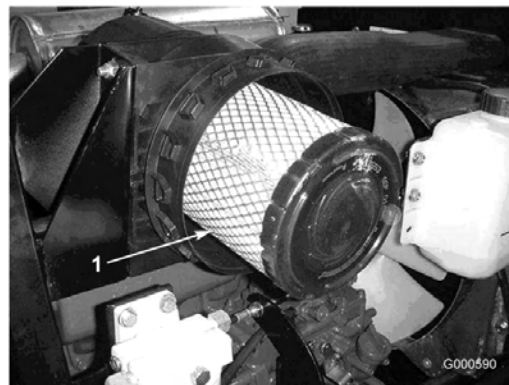

Figure 30
3. Déposez et remplacez l'élément principal (Figure 30).